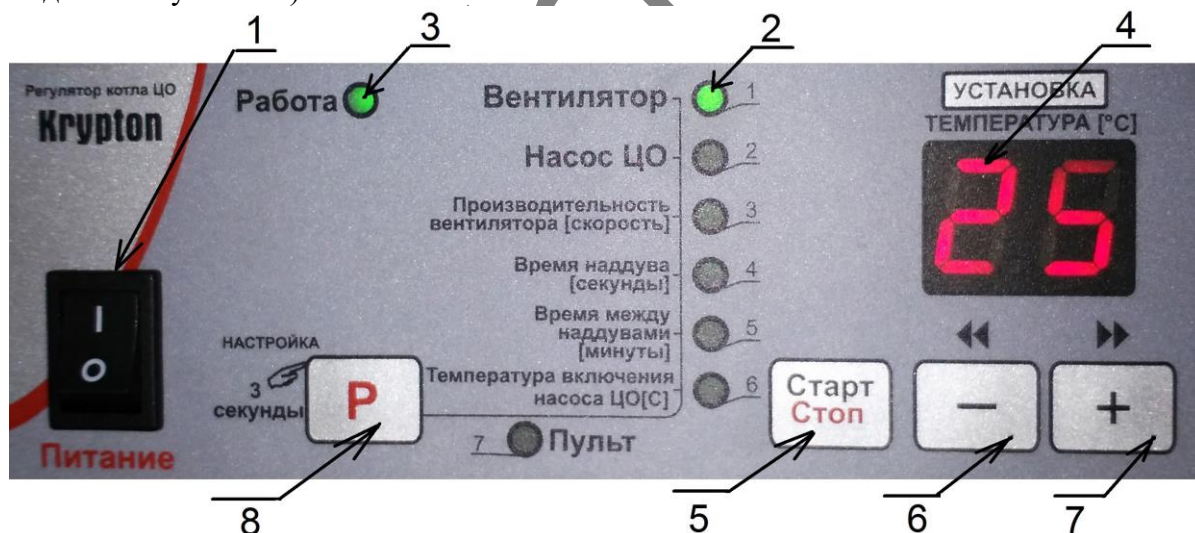

Рисунок 3 - Лицьова панель контролера «Krypton»
- 1- вимикач живлення блока автоматики (поз. 1, рис. 3);
- 2- ряд діодів, які сигналізують про роботу Устаткування (поз. 2, рис. 3);
- 3- діод «*Работа*» (поз. 3, рис. 3), що сигналізує про роботу контролера;
- 4- дисплей (поз. 4, рис. 3), на якому відображаються значення температури, величини параметрів та інша інформація;
- 5- кнопка «*Старт/Стоп*» (поз. 5, рис. 3), яка служить для запуску або зупинки процесу налаштування;
**6-** кнопка « $\rightarrow$ » (поз. 6, рис. 3). Під час нормальної роботи ця кнопка використовується для зменшення величини необхідної температури (установка). Під час налаштування конфігурації – зменшує вибраний параметр;
**7-** кнопка « $+$ » (поз. 7, рис. 3). Під час нормальної роботи ця кнопка використовується для збільшення величини необхідної температури (установка). Під час налаштування конфігурації – збільшує вибраний параметр;
**8-** кнопка «**P**» (поз. 8, рис. 3). Притримуючи цю кнопку протягом **3 секунд**, контролер переходить до встановлення параметрів конфігурації.
(поз. 1, рис. 3). Протягом декількох секунд з'явиться поточний результат виміру температури. Після увімкнення контролер перейде в такий режим роботи, під час якого він був вимкнений.
Після досягнення необхідної температури, блок автоматики переходить в режим контролю, про що сигналізує блимання лампочки в правому нижньому кутку дисплея (поз. 4, рис. 3). У режимі контролю здійснюються продувки (**лише при температурі нижче 80 °C**) – регулярні увімкнення вентилятора на декілька секунд, які запобігають скупченню газів в котлі і можливому загасанню вогню. Включення продувки сигналізується блиманням діода «**Вентилятор**».
- протягом більше трьох секунд притримати кнопку **«Р»** (поз. 8, рис. 3);
- вимкнути контролер за допомогою вимикача мережі (поз. 1, рис. 3);